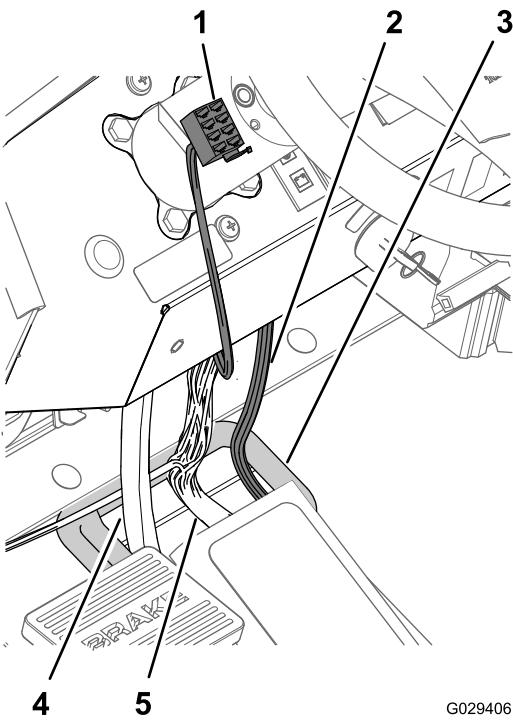

Figura 15
4. Encaminhe o conector de 8 tomadas na extremidade da secção de 240 cm do painel de instrumentos através do painel de instrumentos e para a esquerda da coluna da direção (Figura 15).